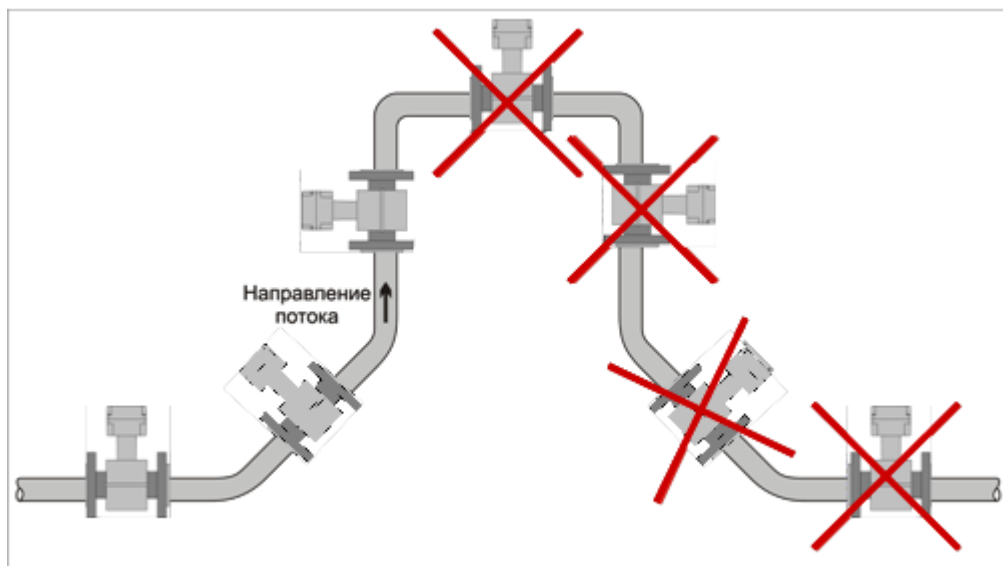
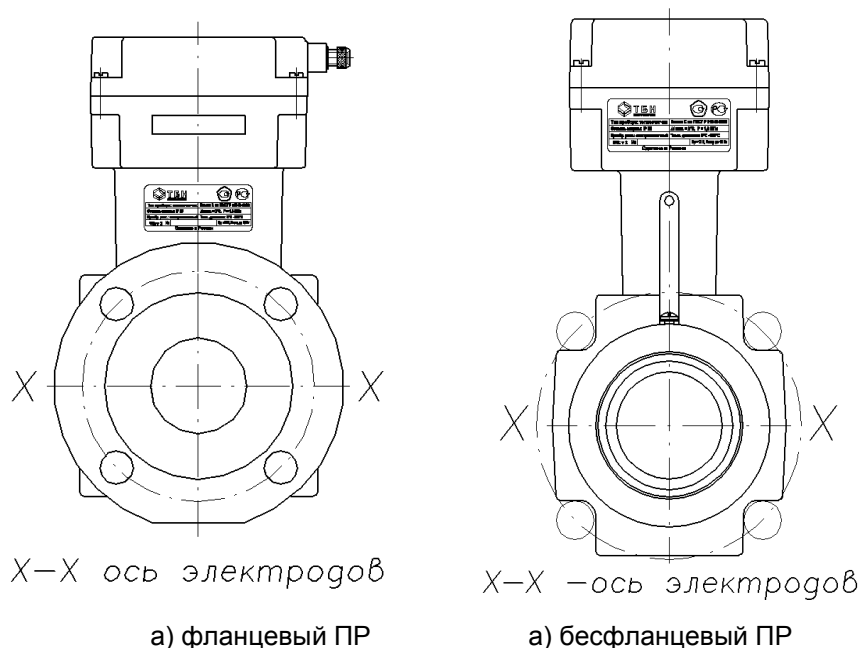

Рисунок 5 — Варианты установки датчика расхода
Рисунок 6 — Ориентация датчика расхода относительно оси электродов
2.2.2.2 Первичный преобразователь (датчик) расхода ППР устанавливается в соответствии со стрелкой, указывающей направление потока, на горизонтальном, вертикальном или наклонном трубопроводе при условии, что весь объём трубы первичного преобразователя в рабочих условиях заполнен измеряемой средой (рисунок 5), а ось, соединяющая электроды датчика расхода, горизонтальна (рисунок 6). Горизонтальность проверяется визуальным осмотром. Как исключение, возможно отклонение оси электродов от горизонтальной линии в случае гарантированного исключения образования газовой прослойки вблизи электродов, которая может препятствовать нормальной работе датчика расхода.
2.2.2.3 Монтаж датчиков расхода бесфланцевой конструкции следует производить с помощью шпилек. Фланцы трубопроводов должны быть соосны и плоскопараллельны друг другу (рисунок 5 б), что достигается применением при сварке специального габаритного имитатора датчика расхода.